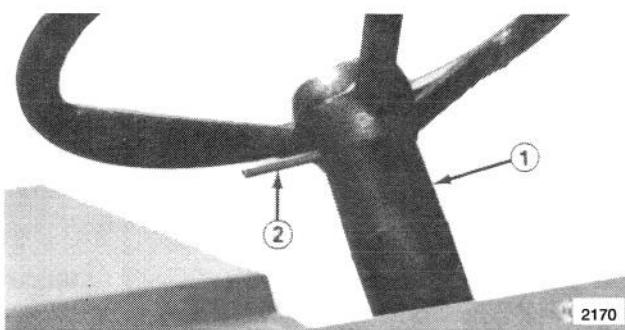

Figure 2
3. Fixer le volant à l'arbre à l'aide de la goupille cylindrique (Fig. 2).